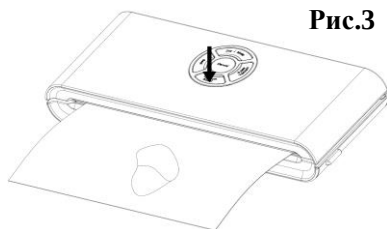

Рис.3
6. Далі натисніть кнопку «**VACUUM & SEAL**». Прилад автоматично розпочне операцію вакуумування та запечатування — **Рис. 3.**